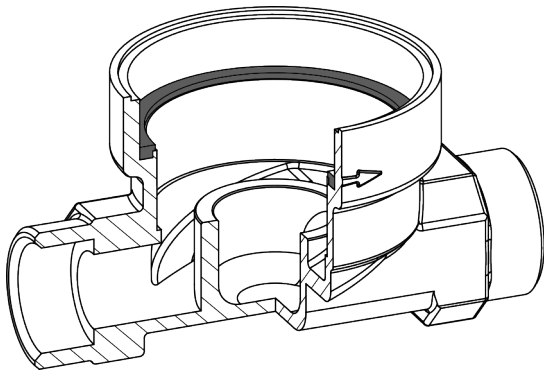

Abbildung 6. Montage Profildichtung MUK
1. Beigelegte Dichtung mit der Planseite nach oben in das EAT einlegen (Abb. 6).